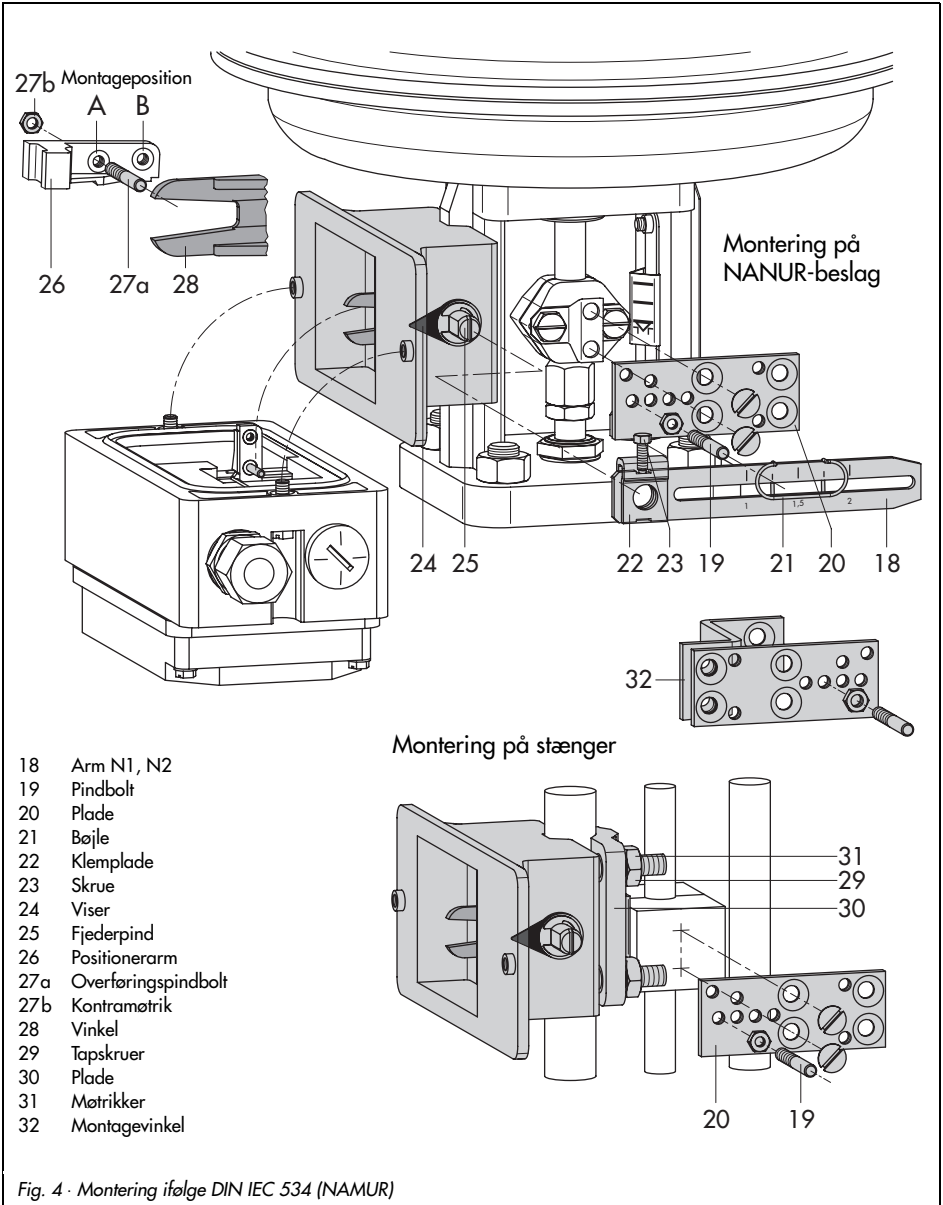

Fig. 4 - Montering ifølge DIN IEC 534 (NAMUR)
NAMUR-montagen udføres i henhold til Fig. 4 via et adapterhus. Derved overføres indstillingsventilens løftehøjde via armen (18) og akslen (25) til vinklen (28) på adapterhuset og ledes videre til overførselspindbolt (27) på positionerarmen.
1. Indstil fjederpinden (25) i adapterhuset således, at den sorte viser (24) stemmer overens med adapterhusets støbegods-markering.
2. Spænd klempladen (22) fast i denne position med skruen (23).
3. Skru overføringspindbolten (27) på indpresningsmøtriksiden på positionerarmen (26) og lås den på den modsatte side med en sekskantmøtrik, idet montagepositionen **A** hhv. **B** skal iagttages i henhold til tabel 5 og Fig. 4.
4. Placer positioner på adapterhuset, således at overføringspindbolten (27) hviler inden for vinkelbenet (28).